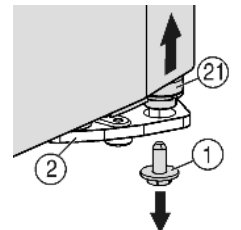
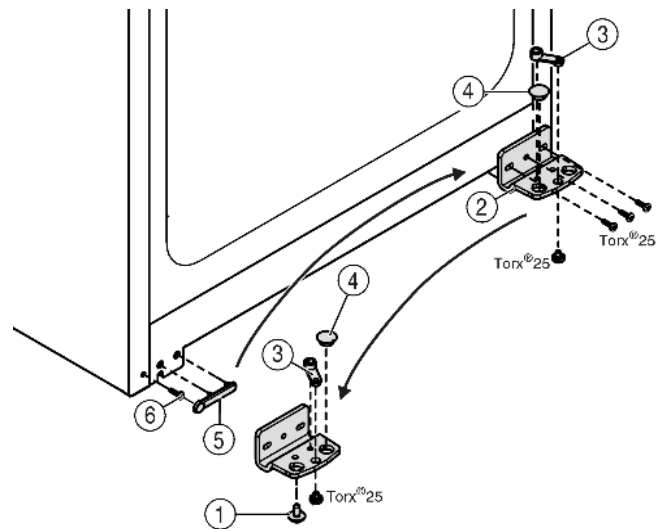

Fig. 4
Fig. 5
- Dévisser la vis de blocage du support d'appui Fig. 4 (1) en bas à droite.
- Le pivot d'appui Fig. 4 (21) se desserre du support d'appui Fig. 5 (2).
- Si le pivot d'appui Fig. 4 (21) ne se débloque pas poussez-le par le bas.
- Dévisser le support d'appui Fig. 5 (2).
- Dévisser l'élément pivotant Fig. 5 (3) et le permuter dans le trou opposé du support d'appui, revisser à fond.
- Retirer le bouchon Fig. 5 (4) du support d'appui et le placer dans le trou du côté opposé au support d'appui.
- Retirer le cache Fig. 5 (5) côté poignée avec précaution.
- Retirer la vis Fig. 5 (6) et la revisser sur le côté opposé.
- Remettre en place le cache Fig. 5 (5).
- Revisser le support d'appui Fig. 5 (2) sur le nouveau côté charnière, en utilisant une visseuse sans fil si nécessaire, avec un couple de serrage de 4 Nm.
- ▶ Visser la vis d'arrêt Fig. 4 (1) en bas dans le pivot d'arrêt et la serrer à fond (**avec 4 Nm**).